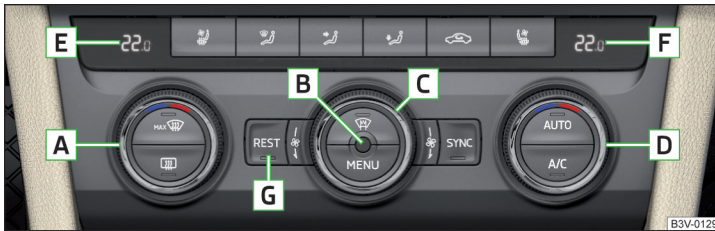
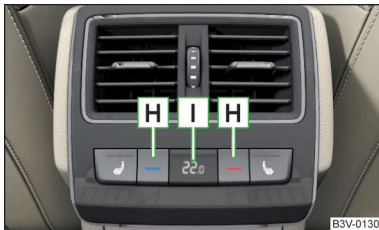

Fig. 153 Elementele de comandă față
Fig. 154
Funcțiile elementelor de comandă » fig. 153 și » fig. 154
- Nu acoperiți cu nimic senzorul pentru temperatura din interior **B** » fig. 153, în caz contrar se poate influența în mod nefavorabil sistemul Climatronic.